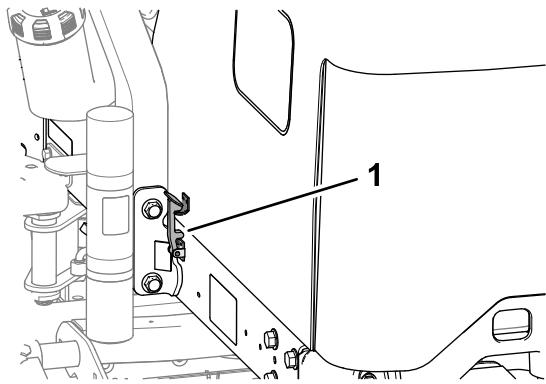

Рисунок 55
2. Поднимите капот вверх и откиньте назад (Рисунок 55).